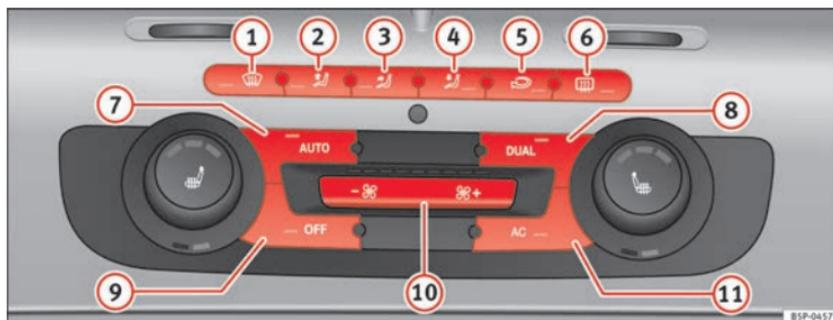

Abb. 110 In der Instrumententafel: Bedienelemente 2C-Climatronic
- Zur Einstellung der Temperatur auf der linken bzw. rechten Seite drehen Sie die Einstellräder für die Temperaturvorwahl ⇒ Abb. 110.
- Drücken Sie die Taste  ⇒ Seite 162, Abb. 110. Am Display des Radios wird „AUTO High“ angezeigt (hohe Gebläsestufe).
- Drücken Sie erneut die Taste  ⇒ Seite 162, Abb. 110. Am Display des Radios wird „AUTO Low“ angezeigt (niedrige Gebläsestufe).